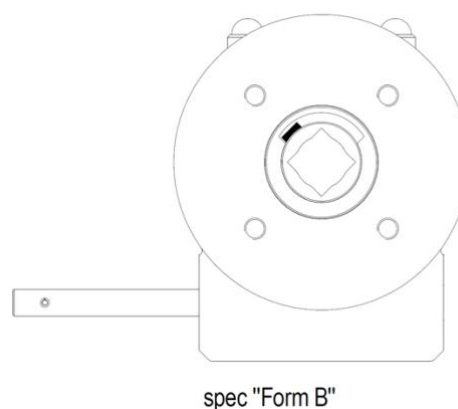

**Figura 4: Montagem do eixo de transmissão ao redutor ILG/S**
7. Recomenda-se o uso de uma junta entre o flange da válvula e o redutor. Coloque o eixo de transmissão da parte inferior do redutor (ver figura 4). O tamanho e a forma das conexões do eixo de transmissão e do redutor podem diferir da figura 4.